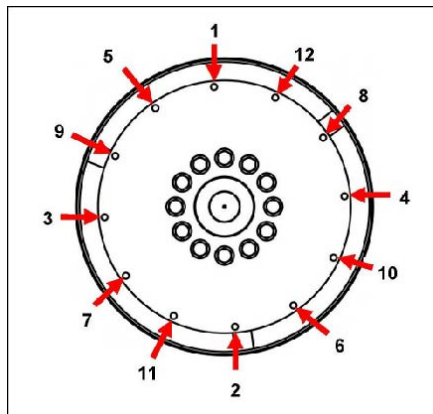

FIGURA 15. SEQUENZA DI FISSAGGIO
10. Rimuovere i perni di allineamento. Montare i bulloni di accoppiamento utilizzando rondelle di tipo adeguato da sistemare sotto le teste dei medesimi. Serrare i bulloni che fissano il disco di accoppiamento al volano, nella sequenza indicata in Figura 15 a pagina 27.